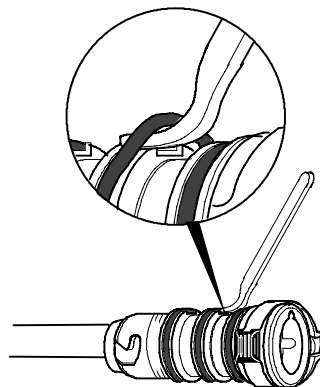

Рис. 38
- ◆ Замените дефектные и ломкие уплотнительные кольца (рис. 38).